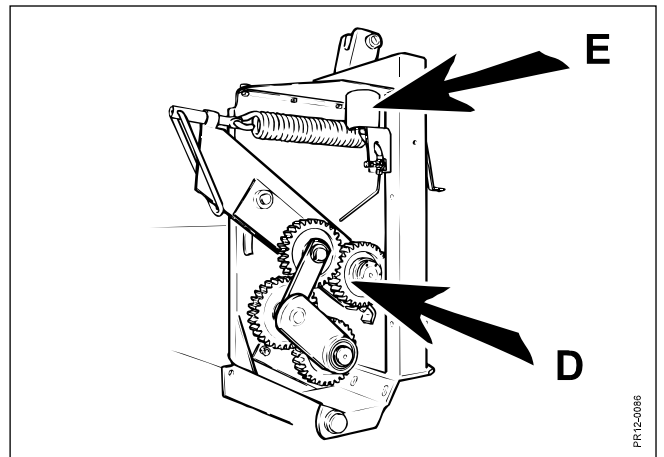

Fig. 5-18
- Fig. 5-18** Der Zahnradantrieb der Walzen **D** hat Tropfölung. Den Ölbehälter **E** mit Kettensägenöl füllen und nach je ca. 20 Betriebsstunden (0,5 Liter) auffüllen. Vorsicht, es darf kein Schmutz in den Behälter gelangen, das kann zu Verstopfung führen.